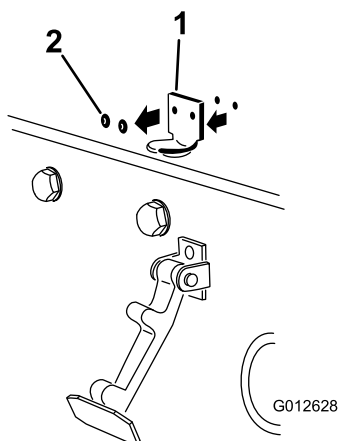

Рисунок 7
2. Удалите две заклепки, крепящие кронштейн защелки капота к капоту (Рисунок 7).